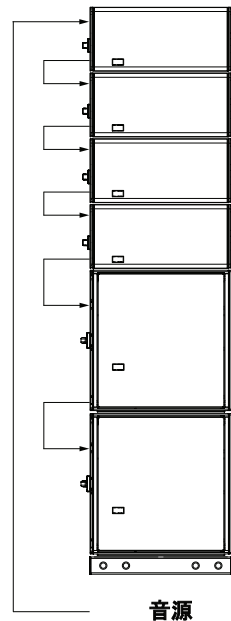

Figure 6: 混合グランドスタック
- LEOPARDと900-LFCの混合グランドスタック(図6)